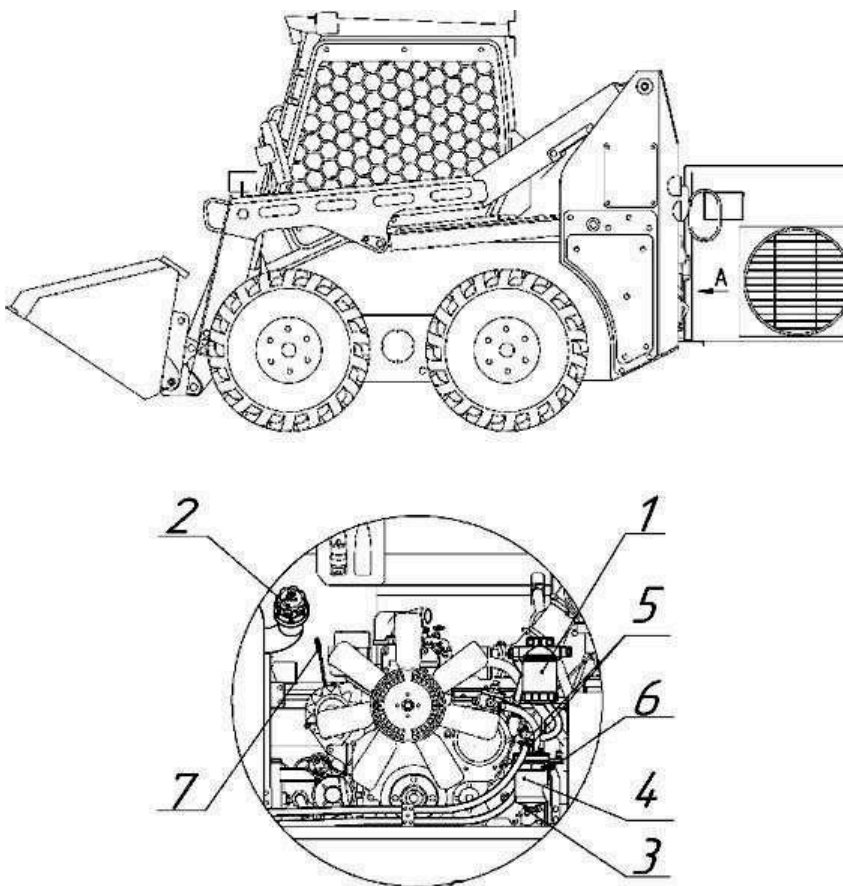

Рисунок 8.6 Топливная система
После слива масла установить сливную пробку 1 на место. Установить новый масляный фильтр двигателя, заправить масло и проверить уровень масла, ориентируясь по отметке «MAX» на мерном щупе (позиция 7 на рис. 8.6). При заправке и контроле масла двигатель должен быть установлен горизонтально.
- отвинтить пробку заправочной горловины топливного бака 2 (Рис. 8.6), установить под бак емкость;
- подставить емкость и откручивать пробку 3 (Рис. 8.6) в нижней части корпуса фильтра 4 до начала вытекания конденсата и топлива;
- ослабить хомуты топливных рукавов 5 (Рис. 8.6);
- съемником отверните фильтр 1 (Рис. 8.6) против часовой стрелки;
- отверните четыре болта крепления фланца фильтра грубой очистки 2 (Рис. 8.6);